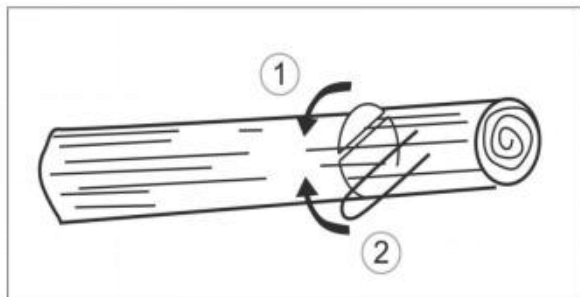

Fig. 22
6. Om stammen stöds i båda ändar, klipp först från den övre 1/3 av stammens diameter för att undvika splittring. Avsluta sedan snittet underifrån så att det sammanfaller med det första snittet, undvik att fastna (fig. 22).